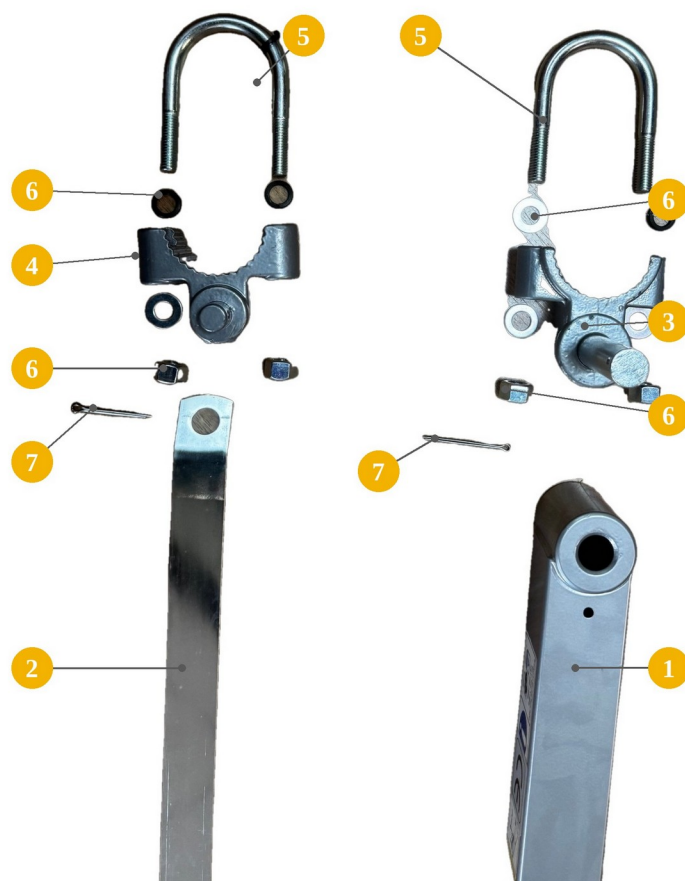

FIG. 4 — Supports, étriers et goupilles
- 3) Placez le support inférieur (3) contre le tube, pivot vertical vers le haut. Passez l'étrier en U (5) autour du tube, introduisez ses extrémités dans les trous du support, mettez en place les rondelles et les écrous (6) et serrez-les à la main (Fig. 4).
- 4) Montez de la même manière le support supérieur (4) au-dessus du support inférieur, sur la même verticale et orienté du même côté.
- 5) Engagez l'extrémité de la flèche (1) sur le pivot du support inférieur (3) et bloquez-la avec une goupille fendue (7), en écartant ses branches.
- 6) Engagez l'œillet du tirant (2) sur le pivot du support supérieur (4) et bloquez-le avec l'autre goupille fendue (7).